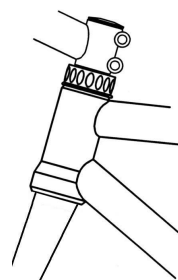

Fig.10
16. Stellen Sie die Lager (**9**) & (**13**) ein und lassen Sie das Loctite™ aushärten (**Fig. 10**).
16. Lager einstellen und Loctite™ abbinden lassen (**Fig.10**).